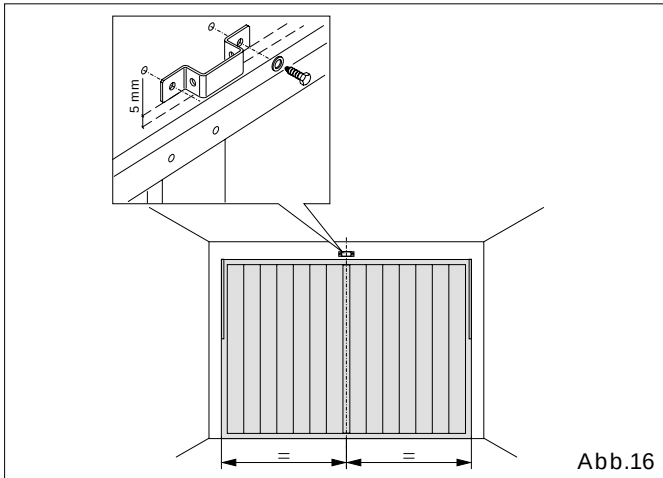

Abb.16
- 6.3 Den Befestigungsbügel 5mm über dem Strich zentral zum Tor (Abb.16) positionieren.
- 6.5 Den Bügel nun mit den Schrauben und Unterlegscheiben in den Dübeln befestigen (Abb.16).